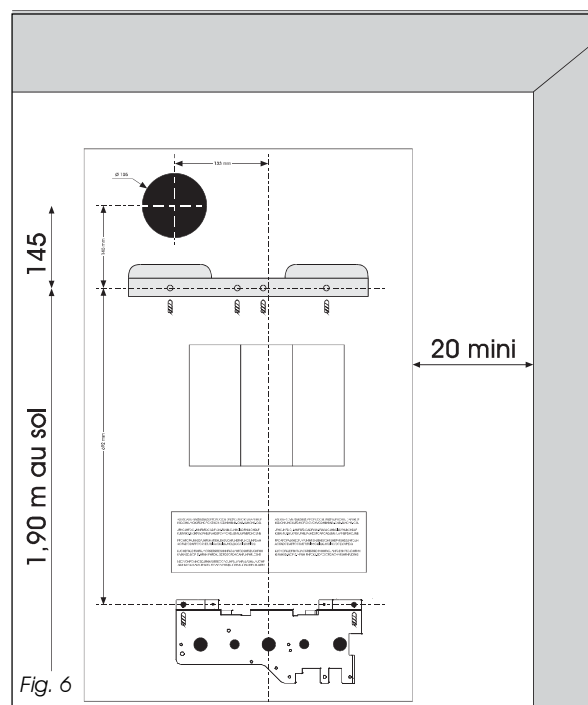

Fig. 6
- De respecter la hauteur minimale de 1,80 m pour le bas du coupe-tirage dans le cas où celui-ci sert de ventilation haute (**Modèles C**). Cette condition est satisfaite si la barrette de fixation (**fig. 6**) est positionnée à 1,90 m du sol,